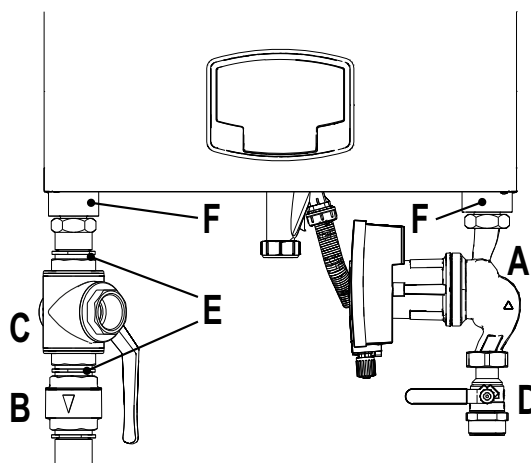

fig. 34 - Caldaia con i kit installati
cod. 042070X0 - KIT CIRCOLATORE ad ALTA EFFICIENZA - 7m. (A - fig. 34)
cod. 042071X0 - KIT CIRCOLATORE ad ALTA EFFICIENZA - 10m. (A - fig. 34)
- 1 VALVOLA DI NON RITORNO - Femmina 1"1/2 (B - fig. 34)**
- 2 RUBINETTO 3 Vie - Femmina 1"1/2 (C - fig. 34)**
- 3 RUBINETTO Maschio/Femmina 1"1/2 (D - fig. 34)**
- 4 NIPPLO DI COLLEGAMENTO 1"1/2 (E - fig. 34)**
- 5 Tubazioni di collegamento Mandate e Ritorno 1"1/2 (F - fig. 34)**